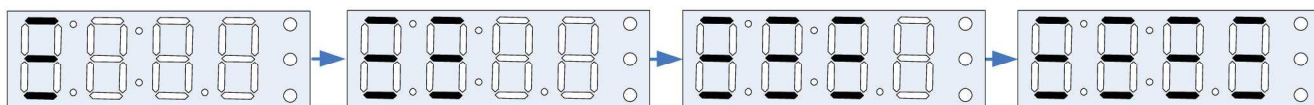

Рис. 26
4.3.3 Включить сигнализатор, удерживая нажатой кнопку «Питание» не менее 5 секунд, при этом на индикаторе, последовательно, с интервалом в ~1 секунду, должны засветиться три горизонтальных сегмента всех разрядов индикатора, как показано на Рис. 26.